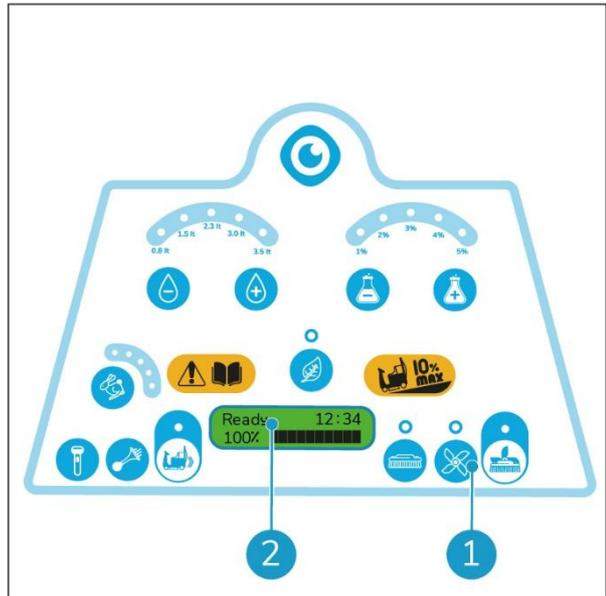

Abbildung 64
2. Drehen Sie den Zündschlüssel auf „I“. Nach einigen Sekunden erscheint der Text „Ready“ (Bereit) auf dem Display (Abbildung 64, Pos. 2).
3. Drücken Sie die Taste (Abbildung 64, Pos. 1). Die Rakel wird abgesenkt.
14. Drehen Sie den Zündschlüssel auf „I“. Nach einigen Sekunden erscheint der Text „Ready“ (Bereit) auf dem Display (Abbildung 64, Pos. 2).